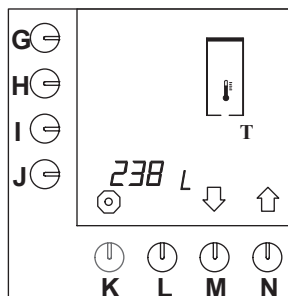

Fig. 29 Varmtvandssystemets samlede tæller
- Det samlede antal liter vand, der er lavet i løbet af automatens levetid, kan aflæses i displayet (fig. 29).